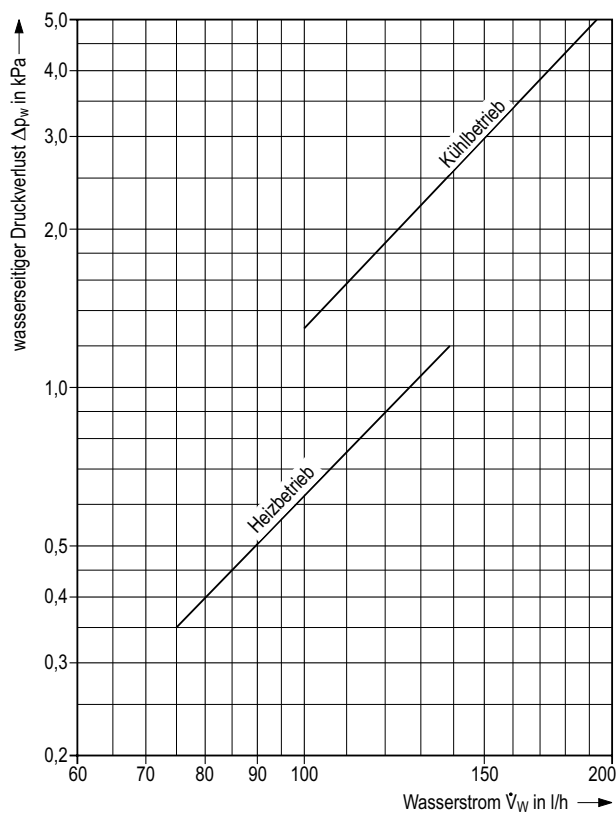

Bild 13: Wasserseitiger Druckverlust des Wärmeaustauschers
Der wasserseitige Druckverlust des Wärmeaustauschers geht aus **Bild 13** hervor und beträgt z.B. im Kühlbetrieb bei 120 l/h 1,9 kPa, bei 180 l/h 4,2 kPa.
4) Bild 13